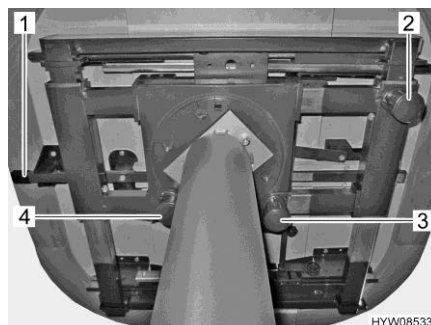
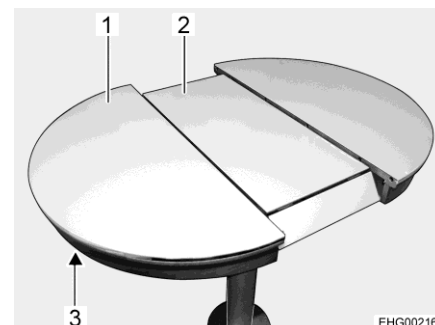

Fig. 82 Opzioni di regolazione sul tavolo
Fig. 83 Allungamento del tavolo
- Premere il tasto (Fig. 82,3) verso il basso e tenerlo in posizione.
- Premere il tasto (Fig. 82,2) verso il basso e tenerlo in posizione.
- Tirare il tasto (Fig. 82,4) del bloccaggio verso il basso.
- Spingere lo sbloccaggio (Fig. 82,1 e Fig. 83,3) verso l'alto.
- Tirare il piano del tavolo (Fig. 83,1), finché l'inserto centrale (Fig. 83,2) non arriva in alto e all'altezza del piano del tavolo.
- Premere lo sbloccaggio (Fig. 83,3) verso l'alto.
- Tirare il piano del tavolo (Fig. 83,1), finché l'inserto centrale (Fig. 83,2) non si libera.